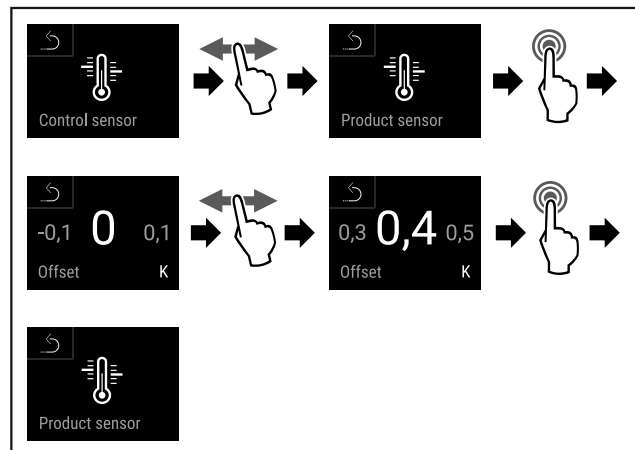

Fig. 139
- ▶ Hajtsa végre a művelet lépéseit (lásd Fig. 139).